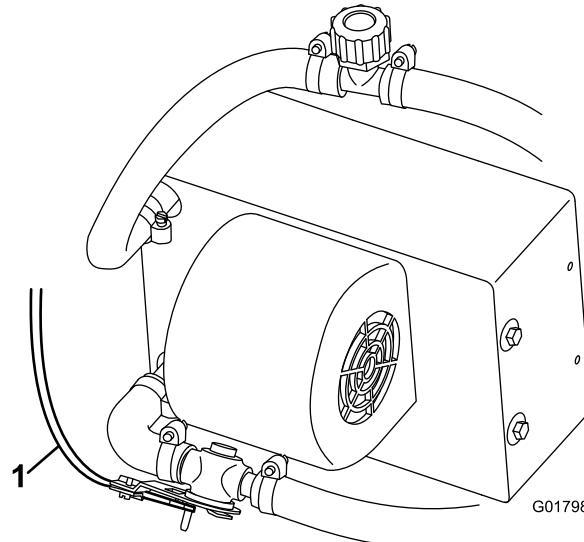

Bild 30
9. Verlegen Sie das Heizungssteuerkabel zum Heizungsventil und schließen Sie es an (Bild 30).